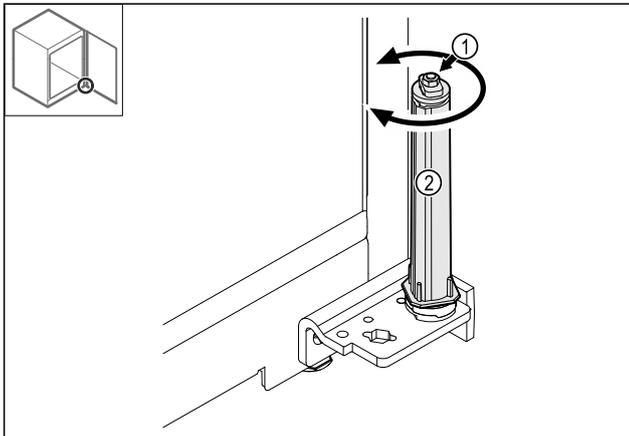

Fig. 43
- Non scomporre il collegamento a vite Fig. 43 (1) del sistema di chiusura.
- Ruotare il sistema di chiusura Fig. 43 (2) finché non scatta.